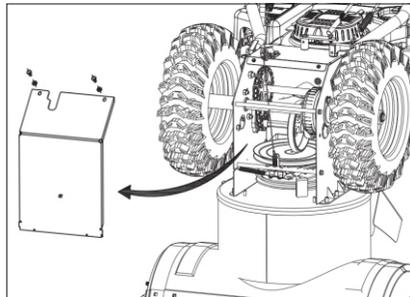

Рис. 34
- Осторожно поверните снегоуборщик вверх и вперед так, чтобы он опирался на корпус шнека. Снимите кожух коробки передач с нижней стороны снегоуборщика, открутив два винта (рис. 34).